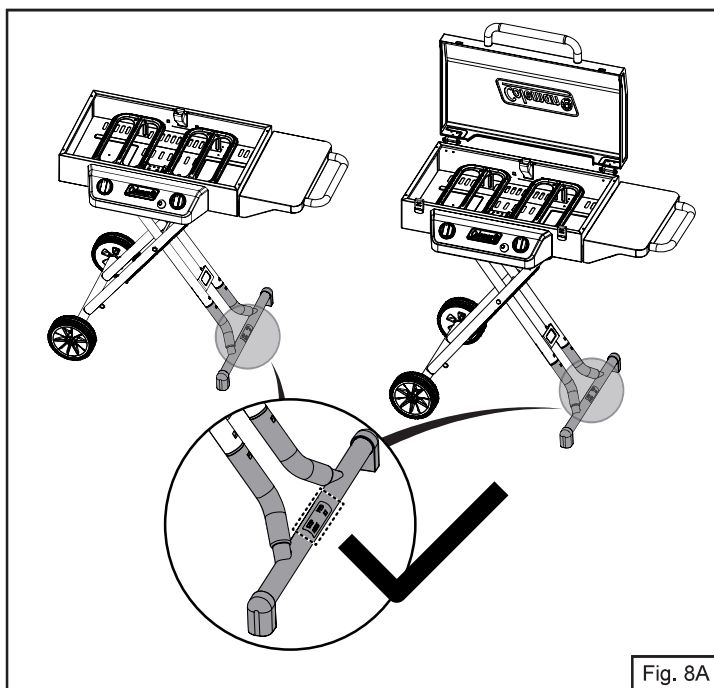
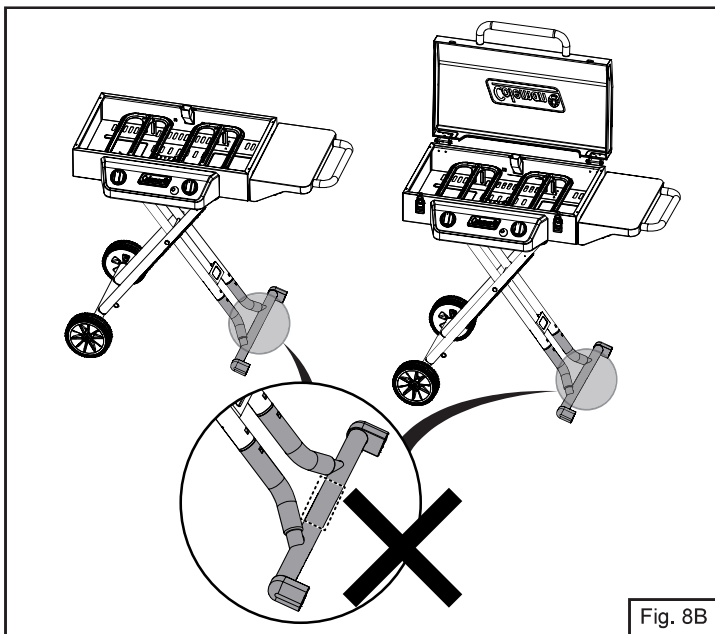

Fig. 8A
Fig. 8B
8. Retournez l'appareil et vérifiez que la poignée de remorquage est correctement installée. **NOTE :** Il est correct de voir le texte d'avertissement tourné vers le haut (Fig. 8A). Sinon, c'est incorrect (Fig. 8B).